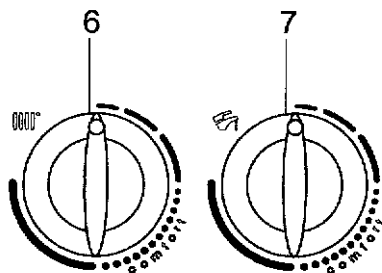

Fig. 22A
- 1) Turn the control knob 6 (figure 1) fully counter-clockwise to its minimum value as shown in figure 22A.
- 1) tourner le bouton 6 (figure 1) dans le sens inverse des aiguilles d'une montre et les mettre sur la valeur minimum comme le montre la figure 22A;
4.1) If there is no manual exit as described in point 4, after 5 minutes approx. the "view parameters" function will be interrupted automatically. When automatic exit is tripped, the letter "d" will be displayed, alternating with the boiler flow temperature value. The display remains in this state until such time as the position of the knob 6 (figure 22A) is changed, or until the boiler is disconnected from the power supply.
4.1) Si la sortie manuelle décrite au point 4 n'est pas effectuée, la fonction "affichage paramètres" est interrompue automatiquement au bout de 5 minutes. Lorsque la sortie automatique a lieu, l'afficheur visualise la lettre "d" en alternance avec la valeur de la température d'amenée. Ce message reste affiché jusqu'à ce que l'on déplace la manette 6 (figure 22A) ou si l'on coupe l'alimentation électrique de la chaudière.